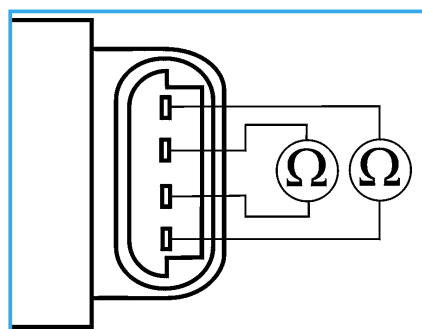

Fig. 4 Misurazione resistenza sul motore a passo
- Misurare la resistenza sulle due bobine del motore a passo come da fig. 4.